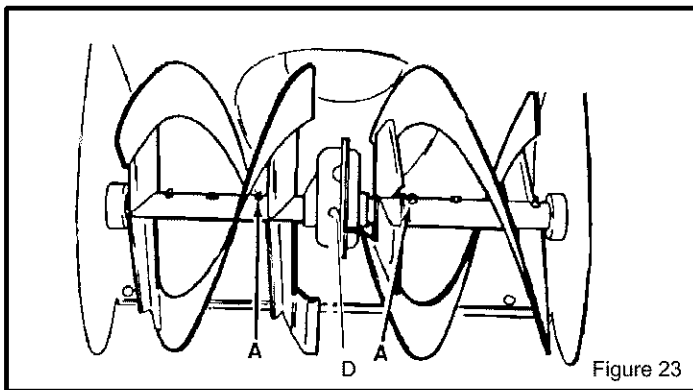
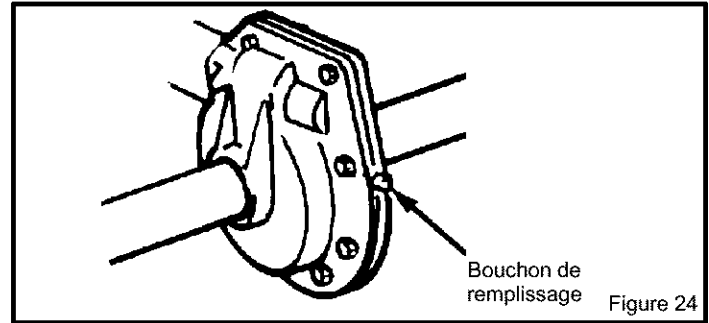

Figure 23
Figure 24
Déposer le bouchon de remplissage D (Figure 23, Figure 24) une fois par an. Si la graisse est visible, ne pas en ajouter. Si la graisse n'est pas visible, faire pénétrer un morceau de fil de fer dans le boîtier pour déterminer s'il contient de la graisse. Les graisses Mobilux EP1, Shell Aldania EP1 sont des graisses appropriées.
1. **Arbre de la vis sans fin** – Lubrifier les graisseurs (A) à l'aide d'un pistolet à graisse toutes les dix (10) heures d'utilisation. L'arbre de la vis sans fin DOIT être graissé chaque fois qu'un boulon de cisaillement est remplacé (Figure 23). (Voir la partie Remplacement du boulon de cisaillement de la vis sans fin dans la section "Réparations/Réglages")